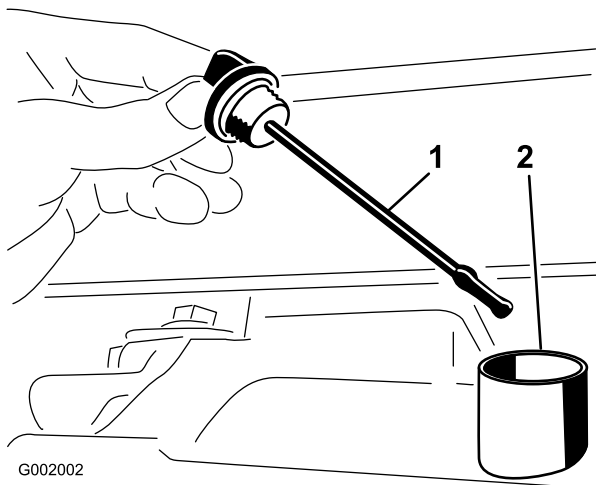

Bild 68
2. Nehmen Sie den Peilstab der Hinterachse heraus und wischen Sie ihn mit einem sauberen Lappen ab (Bild 68).